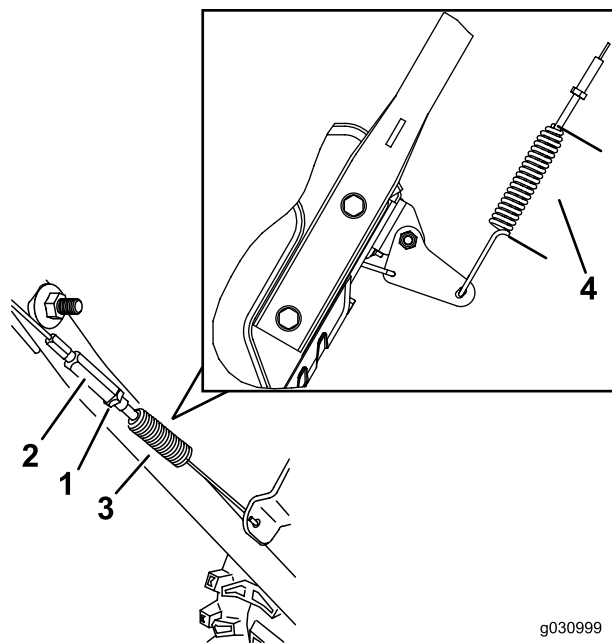

Figure 29
3. Desserrez ou serrez le tendeur pour régler la longueur du ressort à 5,5 cm, comme montré à la Figure 29.
4. Serrez l'écrou de blocage (Figure 29) en vérifiant que le câble est légèrement tendu.